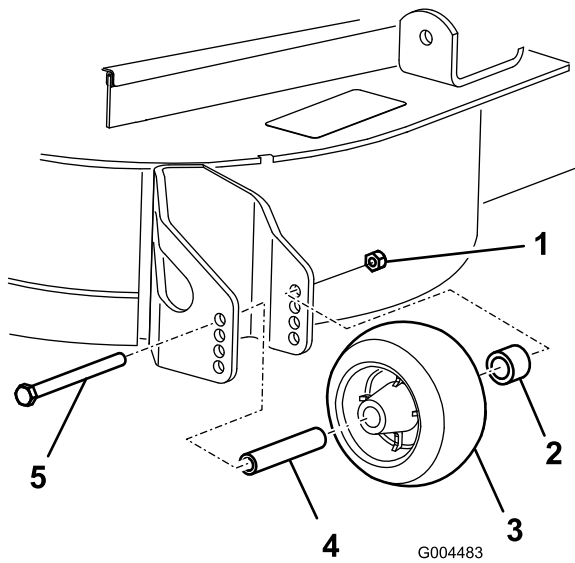

図 22
3. 刈高変更後、ローラの調整を行う（フランジナット、ブッシュ、スペーサ、ボルトを外す）（図 22）。
注 54-61 Nm (5.5-6.2 kg.m=40-45 ft-lb) にトルク締めする(図 22)。